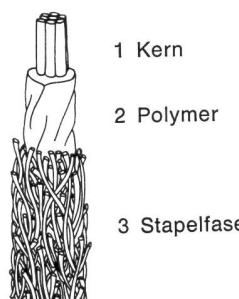

Abbildung 9 Bobtex-Faden
Ein endloser Mono- oder Multifilament-Träger (1), der dem Faden mehr Festigkeit geben soll, durchläuft kontinuierlich einen Polymer-Extruder (2). Dabei legt sich eine Polymerschicht um den Träger. Bevor das Polymer erstarrt, werden durch Zylinder (3) Stapelfasern in dieses Polymer teilweise eingebettet. Die Stapelfasern kommen in Bandform in die Verzugsorgane (4), die die Fasern wieder an die Aufpresswalzen weitergeben. Eine Falschdrahtseinrichtung (5) zwischen diesen Walzen und der Kreuzspulvorrichtung (6) sorgt für ein besseres Einbinden der Fasern. Der Bobtexfaden besteht somit aus drei Komponenten (Abbildung 9):